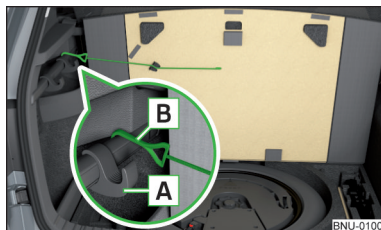

Fig. 143
- Desplazar hacia adelante lo más posible el gancho delantero **A** sobre la regleta y bajarlo hasta el tope » fig. 143.